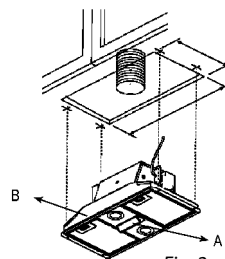

Fig. 2
2. Foreta den elektriske forbindelsen (fig. 2). Kjøkkenviften er utstyrt med 1 eller 2 ledninger. TFMH med 1 ledning til strømkilden. Dessuten TFMH med 1 ledning til bruk for ekstern ventilator.
3. Bestem hvor betjeningspanelet skal plasseres (fig. 2, A, B):
4. Monter kjøkkenviften (fig. 2) i åpningen og fest den til kabinettet med 4 av de vedlagte skruene (8 skruer er vedlagt, som trengs til 80 cm-modellen).